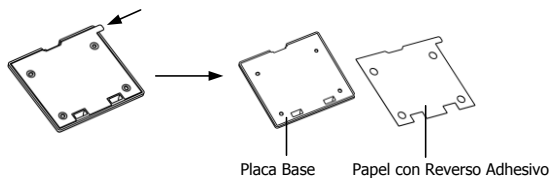

Fig. 11-10
(1) Tire del **Papel con Reverso Adhesivo** fuera de la **Placa Base** como esta indicado en el icono de la flecha en la parte superior izquierda de la Fig. 11-10.